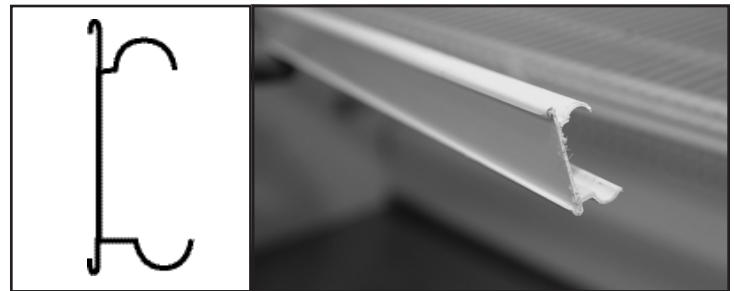

Abb. 2. Die Produktbeschriftungsleiste am Einschub festklemmen; die größere Seite muss unten liegen.
2. Die größere Öffnung für die Leiste muss sich unten befinden. Dann die Beschriftungsleiste auf den Einschub schieben. Siehe Abb. 2- 3.